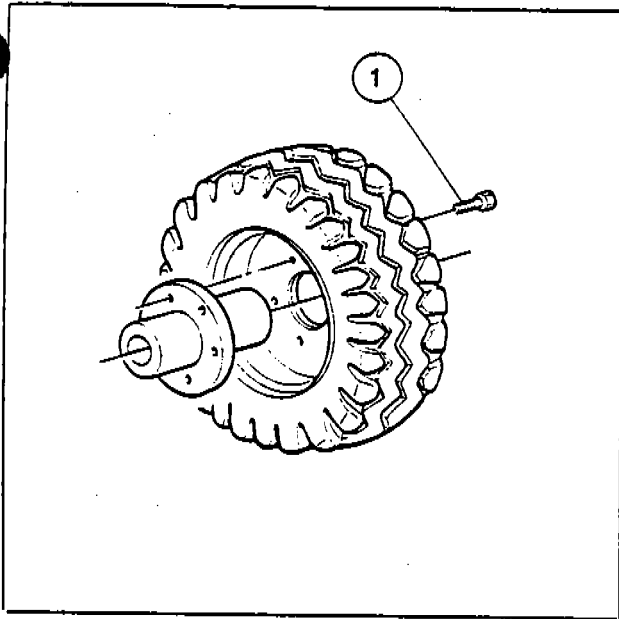

Fig. 43
- 5) Separare il mozzo dalla ruota togliendo le viti di fissaggio (1-Fig. 43).